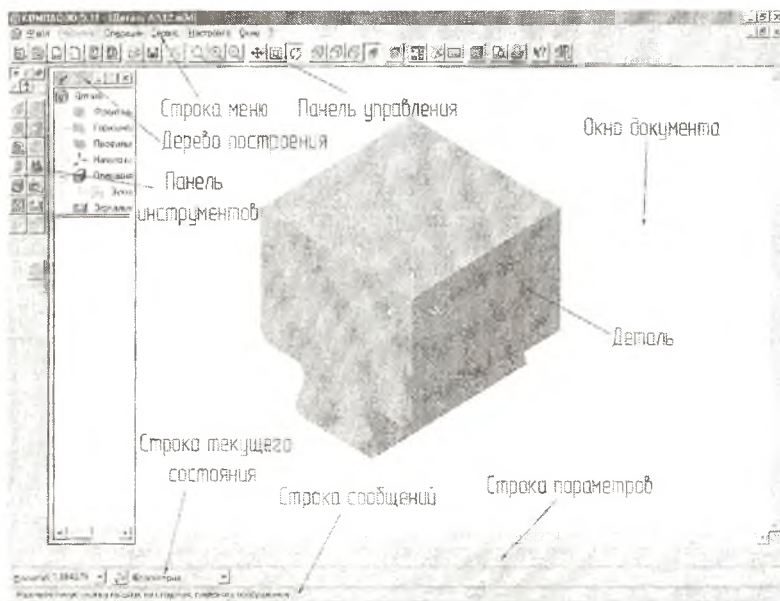

Рис. 5. Основные элементы интерфейса Компас 5.11
операционной системе Windows (рис. 5). К основным элементам интерфейса можно отнести:
3) Нажмите на **Панели инструментов** на кнопку "**Ввод многоугольника**" - . В **Строке состояния** появится надпись "Укажите первую вершину прямоугольника или введите координаты". Данная надпись означает, что система ожидает ввода одной из вершин прямоугольника, а задать эту вершину можно двумя способами: указав точные координаты в **Строке параметров** (см. рис.5) или указанием ее положения на экране в **Окне документа** с помощью ЛКМ. Для указания точных